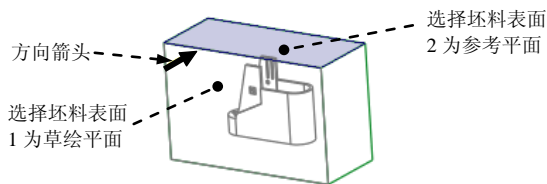

图 19.36 定义草绘平面
(1) 单击 **分型面** 功能选项卡 **形状** 区域中的 **拉伸** 按钮 , 此时系统弹出“拉伸”操控板。
(2) 定义草绘截面放置属性。右击, 从弹出的菜单中选择 **定义内部草绘...** 命令; 在系统 **选择一个平面或曲面以定义草绘平面** 的提示下, 选择图 19.36 所示的坯料表面 1 为草绘平面, 接受图 19.36 中默认的箭头方向为草绘视图方向, 然后选取图 19.36 所示的坯料表面 2 为参考平面, 方向为 **上**, 单击 **草绘** 按钮, 此时进入草绘环境。